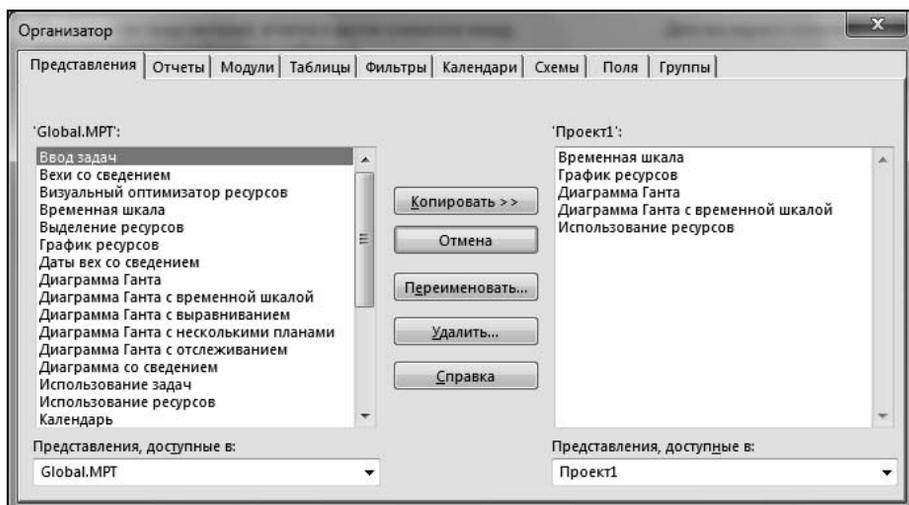
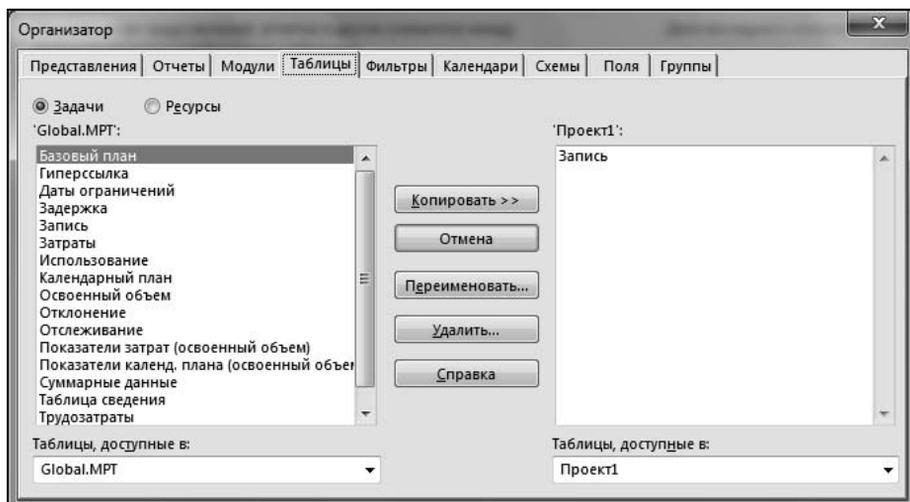

Рис. 4.61. Окно Организатор, вкладка Представления
Рис. 4.62. Окно **Организатор**, вкладка **Таблицы**
При анализе этих алгоритмов следует учитывать, что управление при помощи Организатора любыми элементами интерфейса отличается от работы с таблицами только выбором соответствующей вкладки показанного на рис. 4.61 диалогового окна.
1. Выполнить команду **Файл | Сведения** и нажать кнопку **Организатор**. Откроется диалоговое окно на вкладке **Представления** (рис. 4.61).
2. В этом окне перейти на вкладку **Таблицы**. Измененный вид диалогового окна показан на рис. 4.62.
1. Выполнить команду **Файл | Сведения** и нажать кнопку **Организатор**. Откроется диалоговое окно на вкладке **Представления** (см. рис. 4.61). Выбрать вкладку **Таблицы** (см. рис. 4.62).
2. Выделить щелчком левой кнопки мыши в правом списке имя отчета, который следует переименовать (если переименовать нужно таблицу с именем **Запись**, то вид диалогового окна будет соответствовать показанному на рис. 4.62).
1. Выполнить команду **Файл | Сведения** и нажать кнопку **Организатор**. Откроется диалоговое окно **Организатор** на вкладке **Представления** (см. рис. 4.61).
2. В этом окне перейти на вкладку **Таблицы** (см. рис. 4.62).
3. Выделить щелчком левой кнопки мыши в правом списке имя таблицы, который следует удалить. Если удалению подлежит таблица с именем **Запись**, то вид диалогового окна будет соответствовать показанному на рис. 4.62.